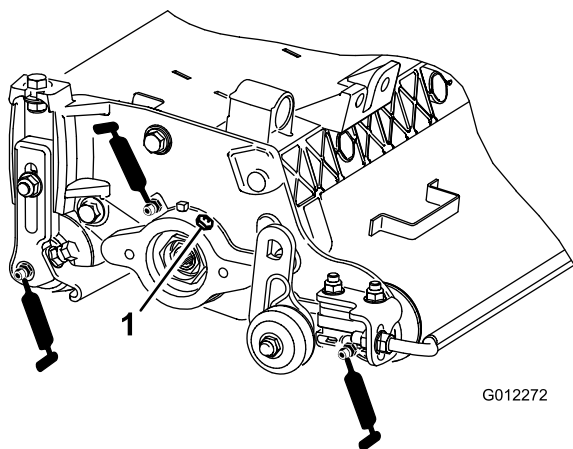

图8
每个切根刀带有 6 个黄油嘴（图8），必须每周使用 2 号通用型锂基润滑脂润滑。
2. 涂抹润滑脂，直至滚筒密封件和轴承释放阀外面看到润滑脂（图8）。